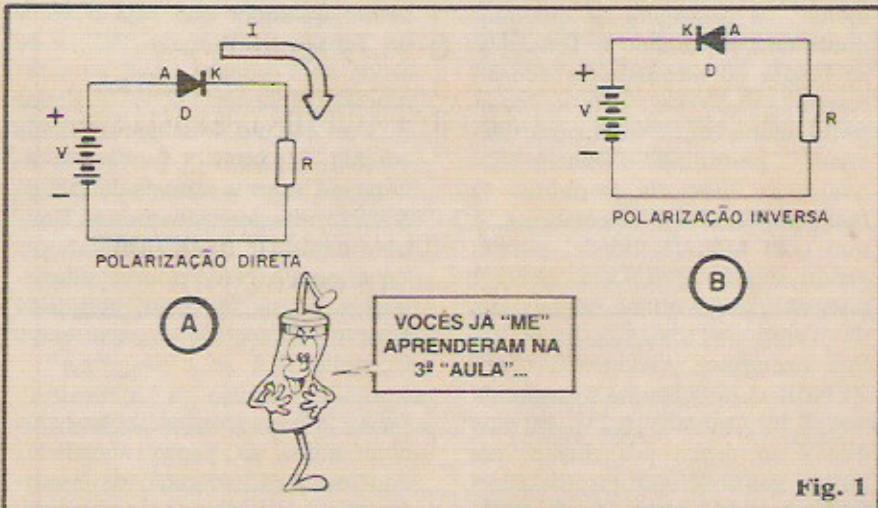

Fig. 1
- FIG. 1-A - Recordando o que vimos na “Aula” nº 3, o mais simples dos componentes semicondutores é o DIODO comum, formado por uma única junção de materiais P-N e que apenas permite a livre passagem da corrente, quando polarizado no sentido DIRETO, ou seja: quando o **positivo** da
- FIG. 1-B - O DIODO inversamente polarizado... Enquanto no caso 1-A a corrente I podia se manifestar livremente, através do resistor R, na condição inversa, agora mostrada, praticamente nenhuma corrente transita pelo sistema (e se a tensão V for maior do que a Máxima Tensão Reversa do diodo D, este "estoura"...).